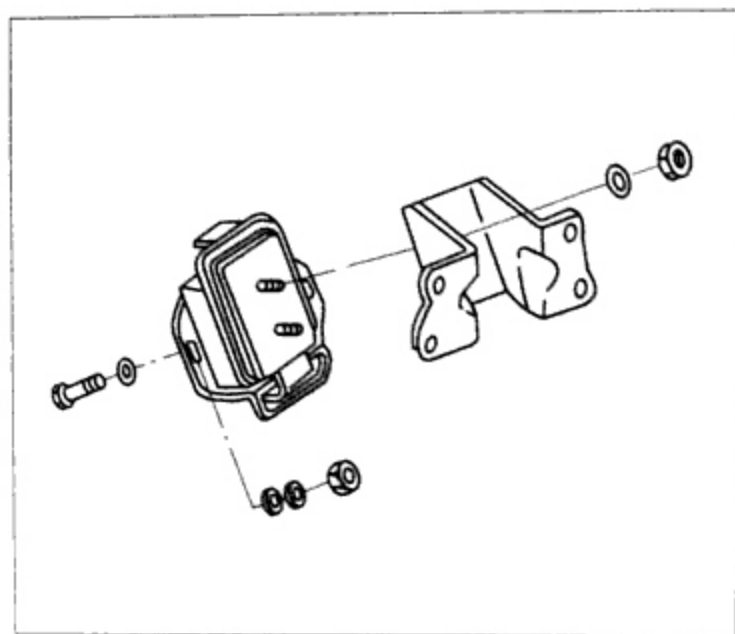

图 6-2-16 装配发动机支架
- (1) 安装发动机支架并拧紧支架螺栓到规定扭矩, 见图 6-2-16。